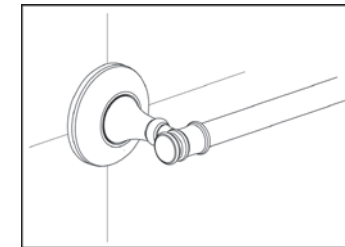

Fig.5
4. At last, just push back the wall flange to cover the mounting plate, Fig.5
4. Enfin, repousser la bride pour recouvrir la plaque de montage (fig.5)
4. Por fin, empuje hacia atrás la brida para cubrir la placa de montaje, Fig. 5.